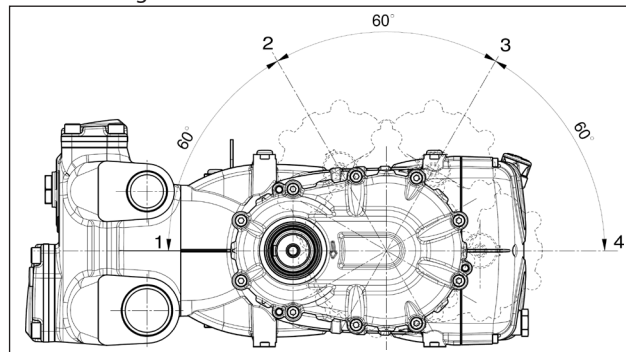

Fig. 6
~ 4,8 l en las versiones con reductor en pos. ① y ④ (Fig. 6).
El reductor se puede colocar en 4 posiciones distintas como muestra la Fig. 6.